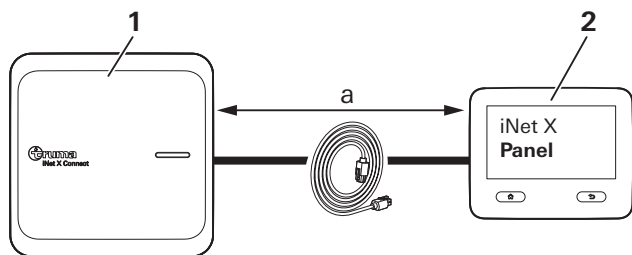

Fig. 2
- Coloque el Connect lo más cerca posible del panel (Fig. 2).
- Compruebe si la longitud del cable es suficiente (Fig. 2).